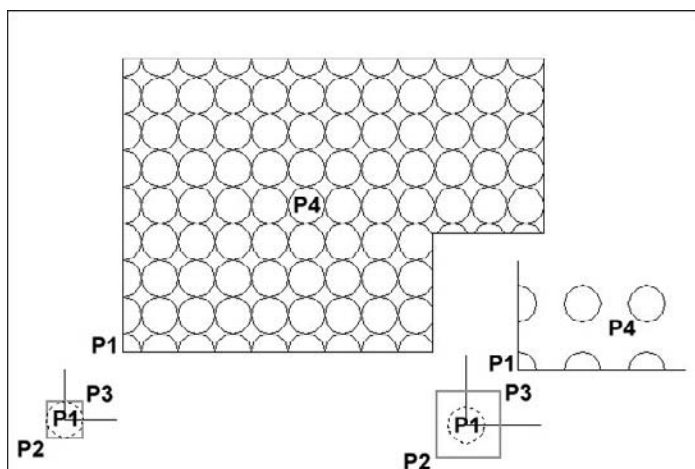

Fig.8.18
- 4 Dans le cas d'un Bloc ou d'une référence externe (fig.8.18) :